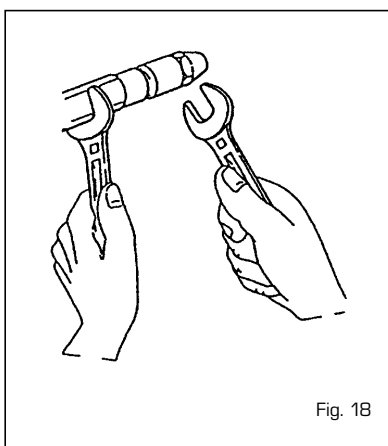

Fig. 18
4.7.3 Sustitución del inyector (fig. 18)
- Bloquear el porta inyectores utilizando una llave n° 19 y destornillar el inyector con una llave n° 16 (fig. 18).